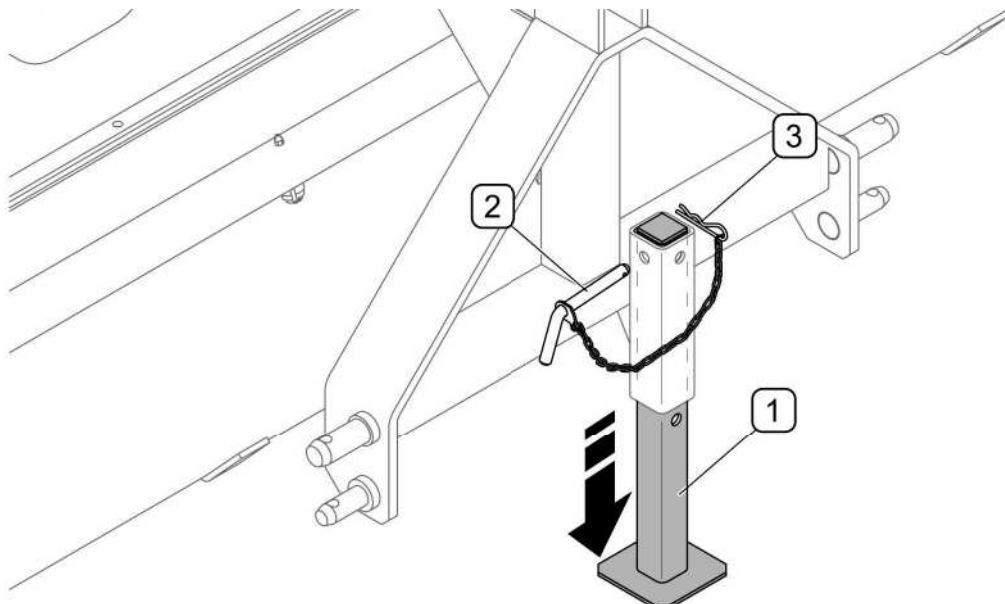

ABB. 4.12A Stützfuß
- Die Stütze (Abb. 4.12A) herablassen und auf die richtige Höhe einstellen.